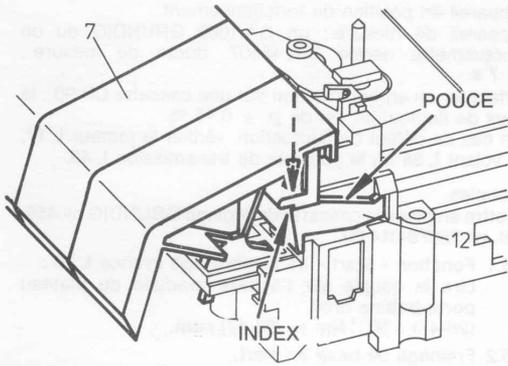

Fig. 5
Retirer le guide-touches **12** et les touches **7** (Fig. 5).
- 6.2 Remontage du guide-touches **12** et des touches **7** (Fig. 5). Pousser les ergots des touches à travers les évidements du curseur, et à l'aide des deux pouces, exercer une pression sur la gauche et la droite du guide-touches, pousser vers le bas (en suivant la flèche en pointillé sur la fig. 5).